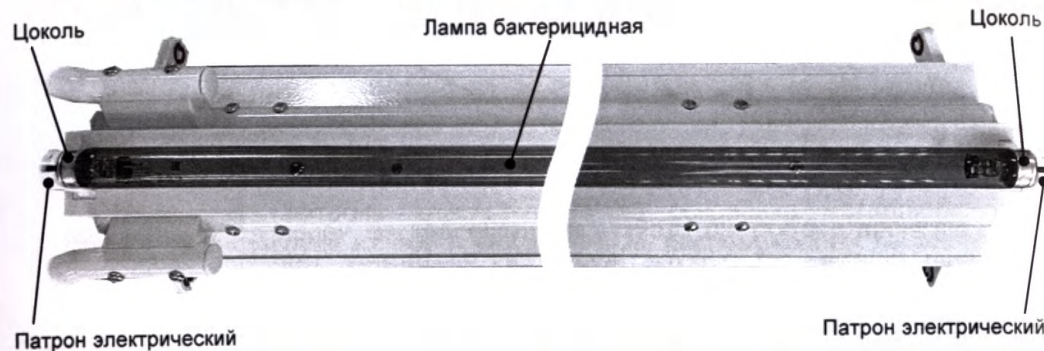

Рис. 8. Установка ламп в патроны электрические
- установить цоколи бактерицидной лампы в патроны электрические (Рис. 8);
- зафиксировать бактерицидную лампу в патронах электрических, повернув ее вокруг продольной оси на 90° (Рис. 8).
8.5.1 Отсоединить бактерицидные лампы от патронов электрических, повернув их вокруг продольной оси на 90° (Рис. 8).
9.2.1 Отсоединить бактерицидные лампы от патронов электрических, повернув их вокруг продольной оси на 90° (Рис. 8).